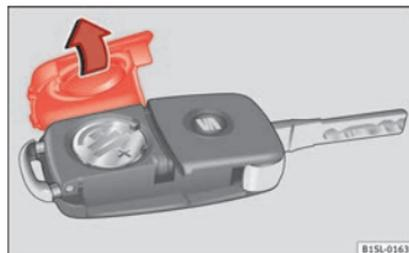

Fig. 126 Clé du véhicule : couvercle du compartiment de la pile.
La pile se trouve à l'arrière de la clé du véhicule, sous un couvercle » fig. 126.
- Retirez le couvercle de la partie arrière de la clé du véhicule » fig. 126 dans le sens de la flèche » ①.
- Placez le couvercle sur le boîtier de la clé du véhicule et appuyez comme indiqué » fig. 126, dans le sens contraire de la flèche, jusqu'à ce qu'il s'encastre.
① ATTENTION